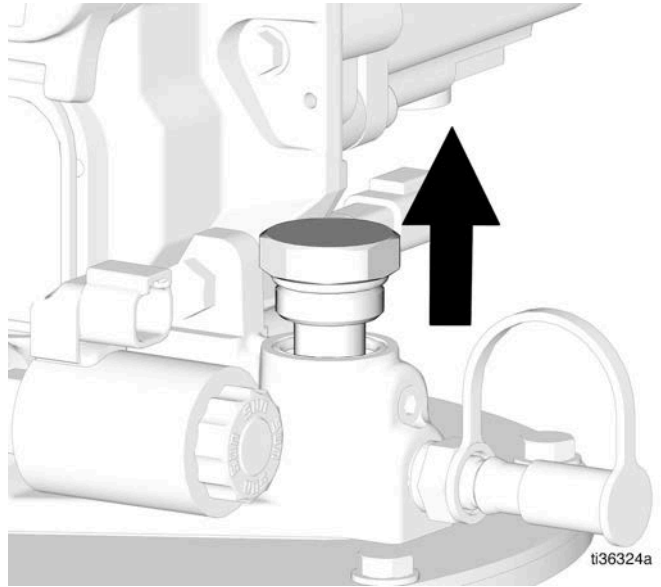
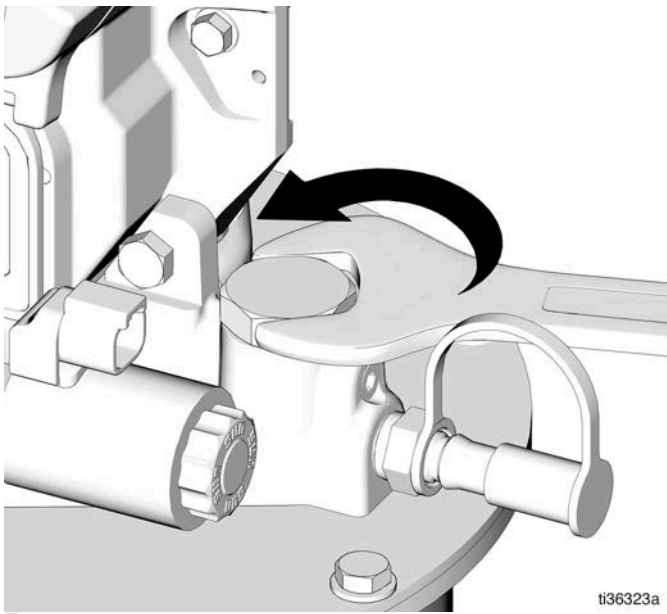

FIG. 5
FIG. 4
- 4. Afloje y retire el tapón de la desconexión de llenado automático Compact Dyna-Star. Deseche el tapón de acuerdo con las normativas locales (FIG. 4 y FIG. 5).